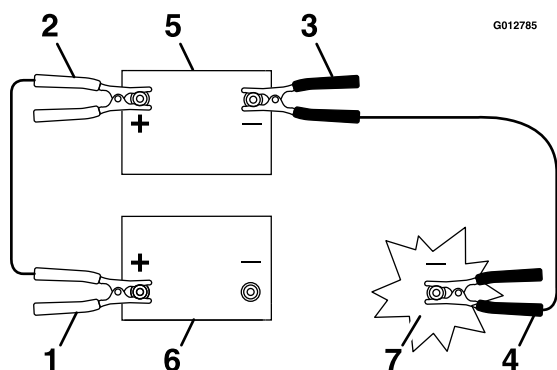

Figure 52
3. Branchez le câble positif (+) à la borne positive (+) de la batterie à plat qui est reliée au démarreur ou au solénoïde, comme montré à la Figure 52.